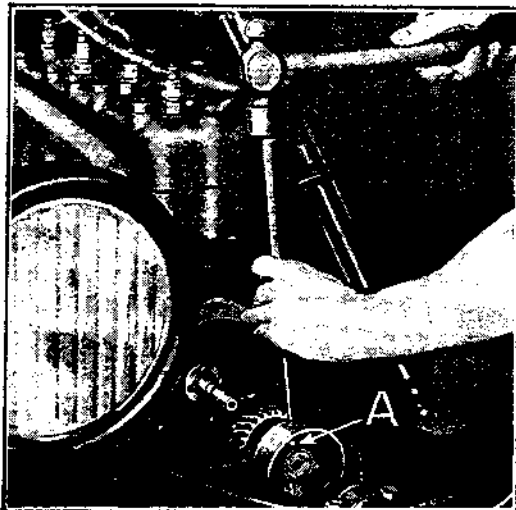

Fig. 274
- c) Démontez la poulie de commande du ventilateur en retirant la goupille et en chassant la clavette de mise en marche (voir A, fig. 274) par le trou de la poulie de commande du ventilateur. Retirez la poulie de l'arbre.